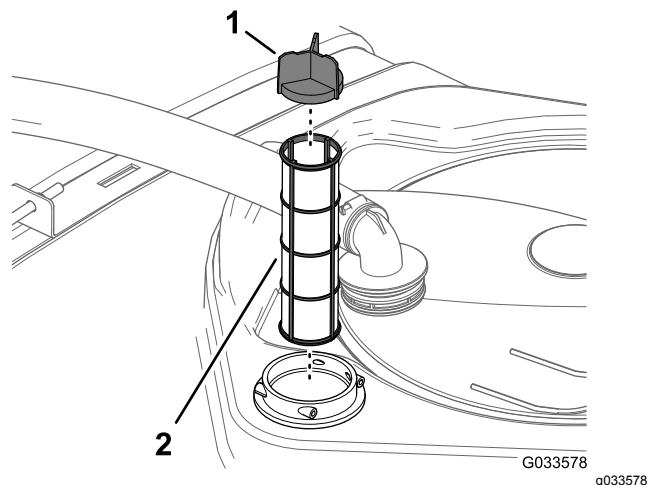

Figure 102
4. Sortez l'ancien filtre d'aspiration de son logement dans le réservoir (Figure 102).